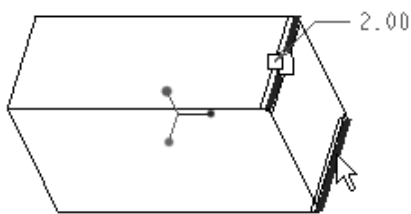

图 6-105 结合〈Ctrl〉键选择两个边参考
- 2) 在图形窗口中，结合〈Ctrl〉键选择要通过其创建完全倒圆角的两个边参考，如图 6-105 所示。所选的这两个边参考被指定在同一个倒圆角集中。